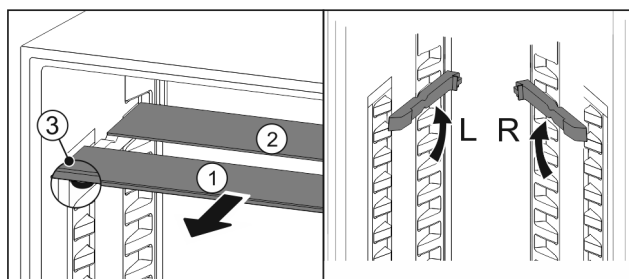

Fig. 19
- estrarre i ripiani di vetro singolarmente tirando in avanti Fig. 19 (1).
- ▷ Il piano in vetro Fig. 19 (1) con il motivo ornamentale è nella parte anteriore.
- ▷ I fermi Fig. 19 (3) sono rivolti verso il basso.